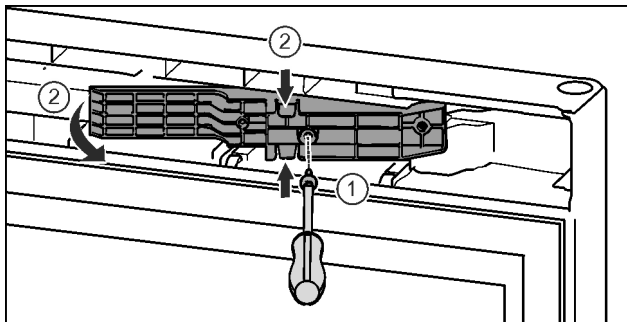

Fig. 14 \*
- ▶ Schroeven met schroevendraaier T15 losdraaien. Fig. 14 (1)\*
- ▶ Adapterstuk eruit trekken. Fig. 14 (2)\*